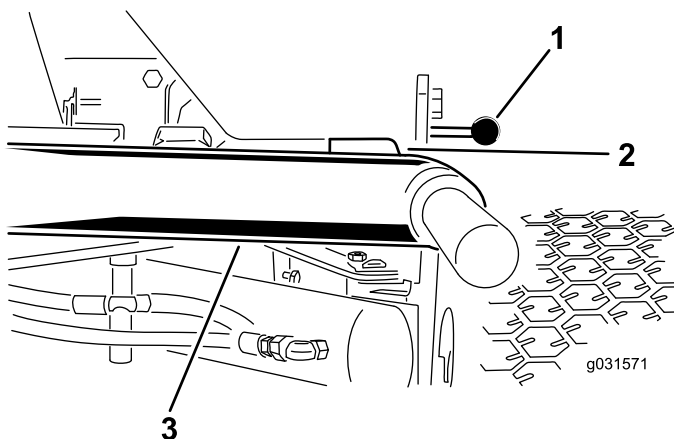

Рисунок 10
1. Запустите двигатель, поднимите режущие блоки и убедитесь, что зазор между каждым подъемным рычагом и кронштейном панели пола составляет от 5 до 8 мм, как показано на Рисунок 10.